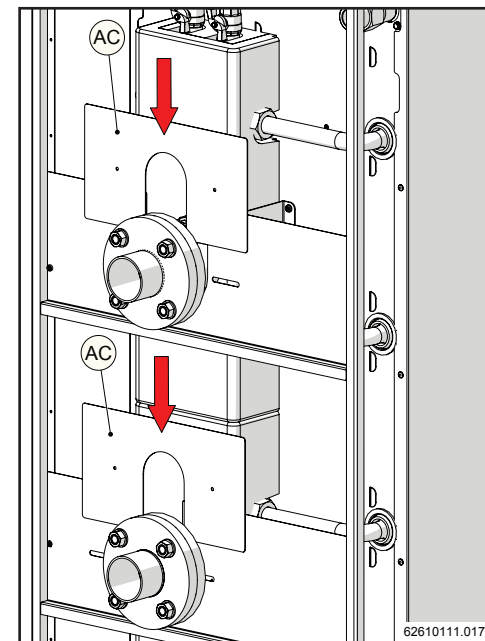
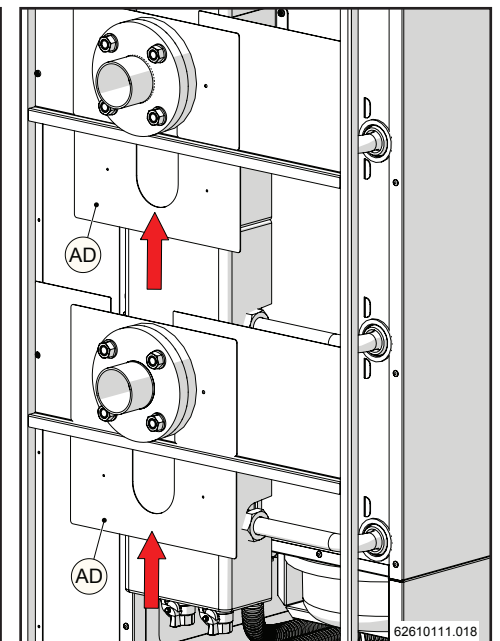
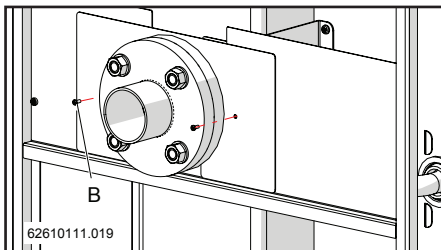
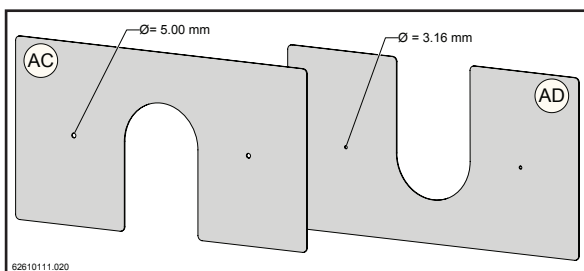

Figure 15-51
Figure 15-52
Figure 15-53
Figure 15-54
- 10.- Insérer la feuille (AC) et (AD) de la figure 15-54 respectivement avant (figure 15-51) et derrière (figure 15-52) les feuilles précédemment assemblés et dans la direction indiquée par les flèches. Appliquer les vis "B" comme le montre la figure 15-53.
**ATTENTION: Les feuilles (AC) et (AD) ont des trous de différents diamètres (voir fig 15-54). Pour un correct assemblage, placez le même de la manière décrite dans la section 10.**